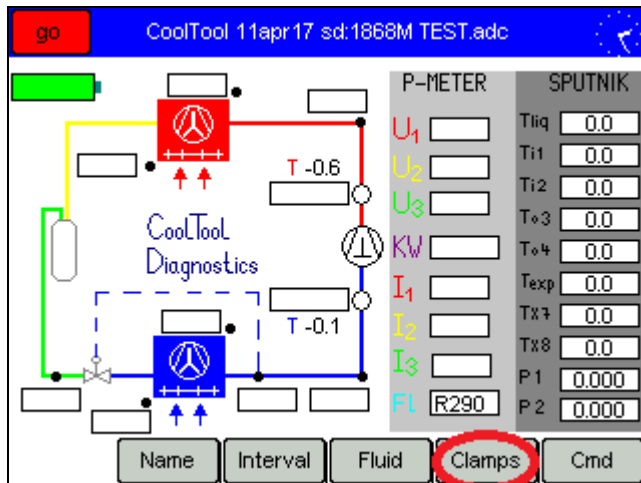

Bild 4
1. Auf der Anlagenseite den Clamps-Button drücken. *Bild 4*